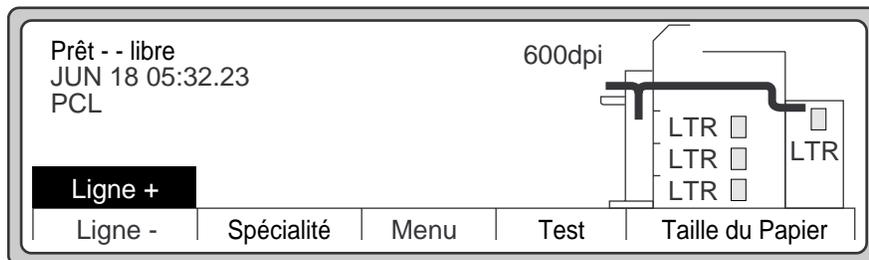

Figure 6-3 Écran principal
2. Appuyez sur le bouton Test de l'Écran principal, comme illustré à la Figure 6-3.